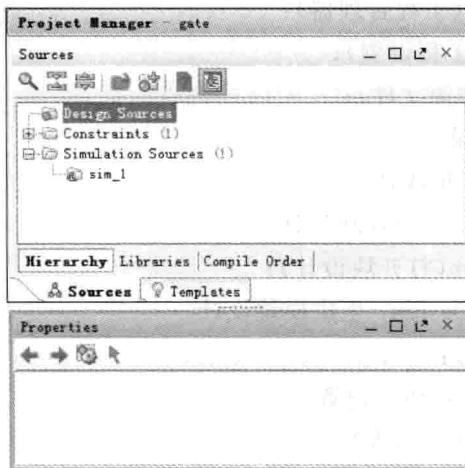

图 2.11 Project Manager 窗口界面
如图 2.11 所示,该窗口为 Project Manager(工程管理器窗口界面),所有的设计文件及类型,以及这些设计文件之间的关系均显示在该界面窗口下。
(2) 在 Source 窗口下, 使用下面的图标:
① 本地源文件: 表示文件存在于本地工程路径下。
② 远地源文件: 表示使用的文件并不在当前的本地工程路径下。
③ 缺失的源文件: 表示找不到工程设计中所使用的设计源文件。当在工程中遇到这种情况时, 设计者需要人工添加缺失的源文件。
④ 只读源文件: 表示该文件在 Vivado 集成开发环境下为只读文件, 不可以进行修改。
(3) 源文件窗口视图: 如图 2.11 所示, 源文件窗口提供了下面的视图, 用于显示不同的源文件。
① Hierarchy (层次): 层次视图显示了设计模块和例化的层次。顶层模块定义了用于编译、综合和实现的设计层次。Vivado 集成开发环境自动地检测顶层的模块, 但是设计者可以使用 Set as Top 命令手工定义顶层模块。
② IP Source(IP 源): IP 源文件显示了由 IP 核所定义的所有文件。
③ Library(库): 库视图显示了保存到各种库的源文件。
④ Compile Order(编译顺序): 该视图从最开始到结束, 显示了所有需要编译的源文件顺序。通常地, 顶层模块是编译的最后文件。基于定义的顶层模块和精细的设计, 设计者可以允许 Vivado 集成环境自动确定编译顺序。此外, 通过使用 Hierarchy Update 浮动菜单命令, 设计者可以人工控制设计的编译顺序, 即重新安排源文件的顺序。
(4) 源窗口工具栏命令
① 图标: 单击该图标, 将打开查找工具条, 允许快速的定位源文件窗口内的对象。
② 图标: 单击该图标, 将在源窗口中展开层次设计中所有设计文件。
- ③ 图标：单击该图标，将所有的设计源文件都缩回去，只显示顶层对象。
- ④ 图标：单击该图标，更新源文件窗口，将其聚焦在当前所选择的对象上。在包含很多源文件的大的设计中，这非常有用。
- ⑤ 图标：单击该图标，将添加或者创建 RTL 源文件、仿真源文件、约束文件、DSP 模块、嵌入式处理器或者已经存在的 IP。